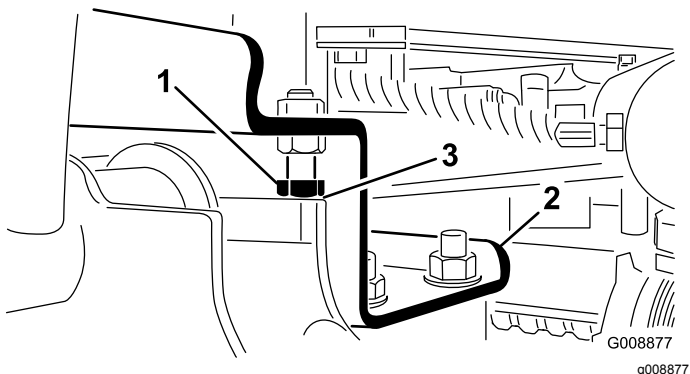

Figura 12
A. Allentate i bulloni di arresto (Figura 12).
- 2. Verificate che il gioco tra ciascun braccio di sollevamento e il bullone di arresto sia di 0,13–1,02 mm (Figura 12). Se il gioco non rientra in questo campo, regolate il gioco dei bulloni di arresto.